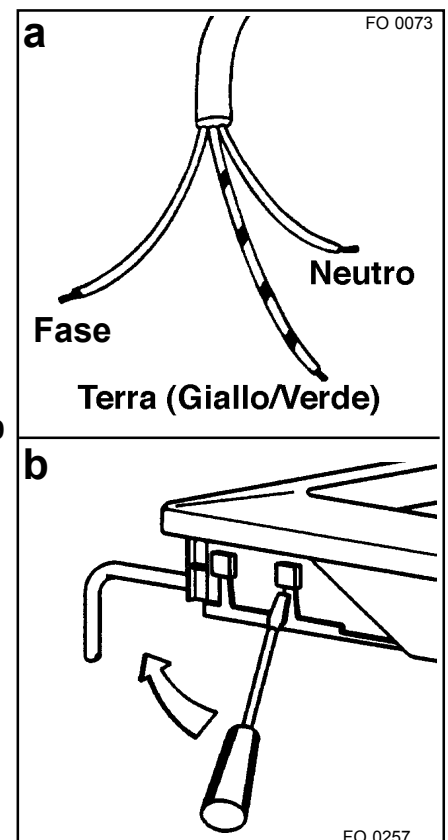

Fig. 9
Nel caso di sostituzione del cavo è necessario usare solo cavi del tipo H05V2V2-F (T90) o H05 BB-F adatti al carico e alla temperatura di esercizio. Inoltre, è necessario che il cavetto di terra giallo/verde sia più lungo di circa 2 cm. dei cavetti di fase e neutro (Fig. 9-a). Dopo l'allacciamento provare gli elementi riscaldanti facendoli funzionare per circa 3 minuti.
- premete leggermente e fate leva verso l'alto (Fig. 9-b).